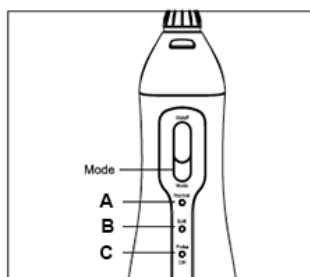

Fig. 5
Note : Il est toujours possible de changer de mode pendant le fonctionnement de l'appareil. (Fig. 5)
Les différents modes d'utilisation (Fig. 5)
6. Diviser la bouche en 4 sections pour maximiser l'efficacité du nettoyage. Commencer par la section 1 (par exemple) puis 2 puis 3 etc. (Fig. 5) et brosser chaque section pendant 30 secondes.